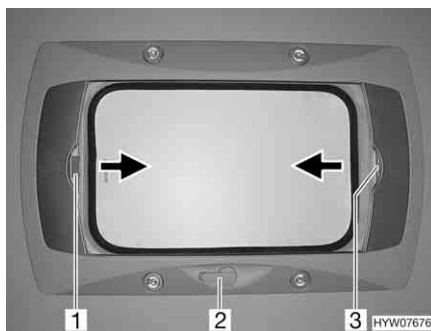

Fig. 34 Oblò a manovella
**Apertura:** ■ Ruotare la manovella (Fig. 34,2) fino a quando non si incontra resistenza.
**Chiusura:** ■ Tirare la tendina oscurante pieghevole per la maniglia (Fig. 34,3) nella direzione della freccia fino alla posizione desiderata e rilasciare. La tendina oscurante pieghevole rimane in questa posizione.
**Chiusura:** ■ Tirare la zanzariera a rullo per la maniglia (Fig. 34,1) nella direzione della freccia verso la maniglia contrapposta della tendina oscurante pieghevole (Fig. 34,3) e farla innestare.
**Apertura:** ■ Tirare la maniglia della zanzariera a rullo (Fig. 34,1) dietro, verso l'alto, e sganciare la zanzariera a rullo dalla tendina oscurante pieghevole (Fig. 34,3).